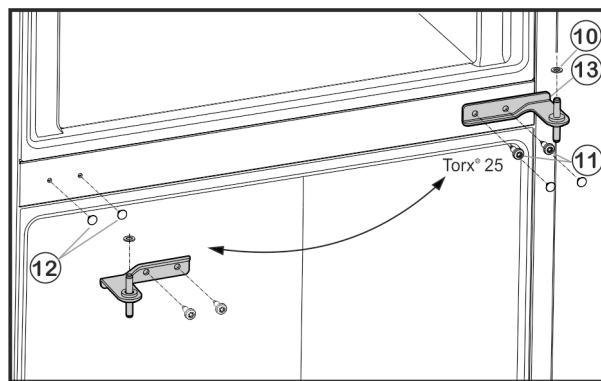

Fig. 5
- ▶ Deșurubați șuruburile de fixare Fig. 5 (11) (2 x Torx® 25) și extrageți suportul lagărului din centru din ușa inferioară.
- ▶ Demontați șaiba din plastic Fig. 5 (10).
- ▶ Desprindeți cu precauție capacele Fig. 5 (12) și așezați-le din nou pe latura opusă.
- ▶ Introduceți bolțul central al suportului Fig. 5 (13) rotit cu 180° în ușa inferioară și înșurubați-l ferm cu șuruburile de fixare Fig. 5 (11) (2 x Torx® 25) pe noua parte a șarnierei (cu 4 Nm).
- ▶ Așezați la loc șaiba din plastic Fig. 5 (10).
- ▶ Așezați ușa superioară pe bolțul central al suportului Fig. 5 (13).